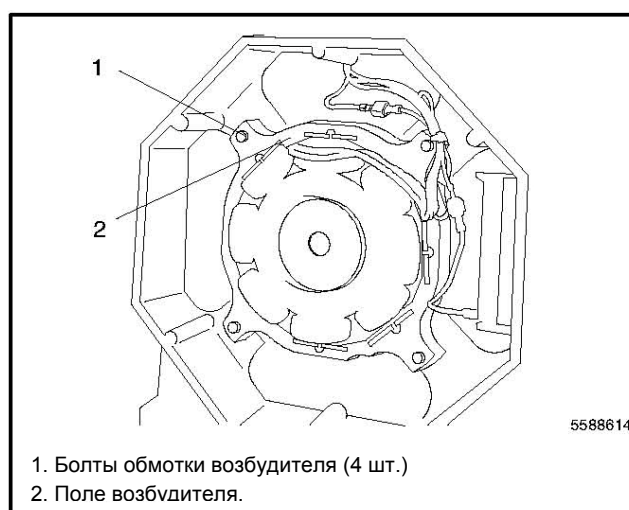

Рисунок 9-17 Установка обмоток возбуждителя (модели 8--32EOZD и 6.5--27EFOZD).
14. **Модели 8--32EOZD и 6.5--27EFOZD:** расположите выводы обмотки наверху. Установите обмотку возбуждителя при помощи четырех болтов и шайб. см. рисунок 9-17.